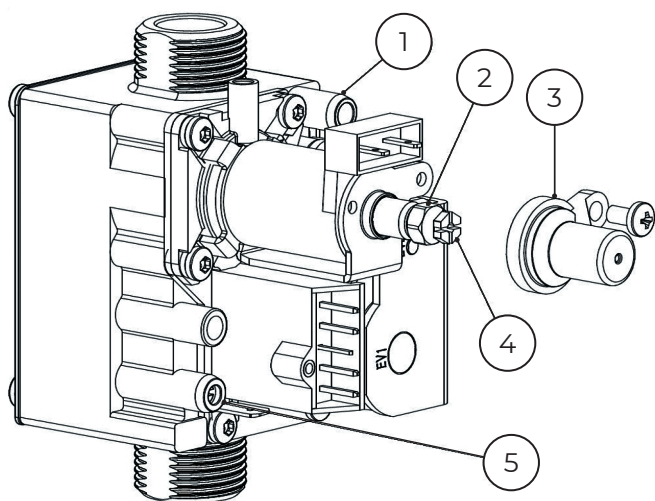

Рис. 21 Регулятор давления газа
- Для измерения необходимо использовать штуцер 5 на газовом клапане рис. 21. После измерения обязательно закройте винт-заглушку.
- Выключите котёл и закройте газовый кран, отсоедините U-образный манометр и заверните уплотнительный винт (рис. 21, [1]).
- Отверните уплотнительный винт на штуцере измерения подаваемого давления газа (рис. 21, [5]) и подсоедините манометр.
- Отверните уплотнительный винт штуцера измерения давления на форсунках (рис. 21, [1]) и подсоедините U-образный манометр.
- Снимите крышку (рис. 21, [3]).
- Значение «max» давления (мбар (кПа)) на форсунках приведено в табл. 15. Установите давление на форсунках регулировочным винтом максимального расхода газа (рис. 21, [2]). Поворот направо – больше газа, поворот налево – меньше газа.
- Значение «min» давления (мбар (кПа)) на форсунках приведено в табл. 15. Установите давление на форсунках регулировочным винтом минимального расхода газа (рис. 21, [4]).
- Установите и опломбируйте крышку (рис. 21, [3]).